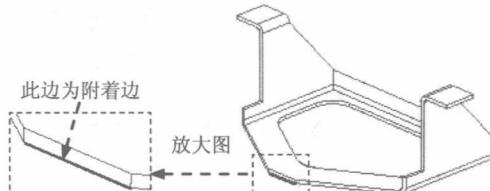

图 1.19 定义附着边
- (1) 选择命令。单击 主页 功能选项卡 钣金 工具栏中的“弯边”按钮 r 。
- (2) 定义附着边。选取图 1.19 所示的模型边线为附着边。